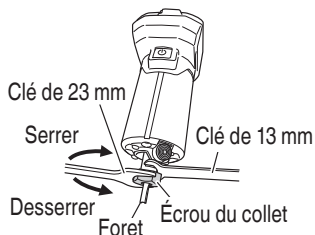

Fig. 10
- (1) Retirer l'ensemble de la base du corps.
- (2) Insérer à fond le foret dans le trou du cône du collet. (La distance est de 15 mm ou plus du côté de l'écrou du collet.)
- (3) Utiliser une clé de 13 mm pour fixer la tige et serrer solidement l'écrou du collet avec la clé fournie. (Fig. 10)